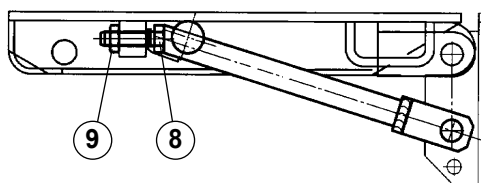

Fig.16
- Rif. Fig. 16 - Registrare mediante la vite (8) poi serrare il controdado (9).
- Ref. Fig. 16 - Adjust by means of the screw (8) and then tighten the check nut (9).
- Abb. 16 - Anhand der Einstellschraube (8) einstellen und anschließend mit der Gegenmutter (9) befestigen.
- Réf. Fig. 16 - Régler au moyen de la vis (8) puis serrer le contre-écrou (9).
- Ref Fig. 16 - Ajustar mediante el tornillo (8) y luego apretar con la contratuerca (9).